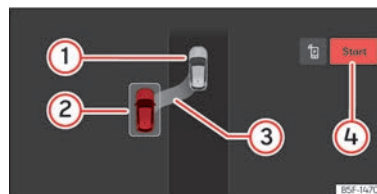
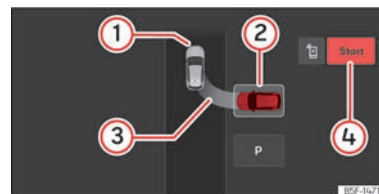

Abb. 157 Am Bildschirm des Infotainment-Systems: Position zum Längseinparken.
Abb. 158 Im Bildschirm des Infotainment-Systems: Position zum Quereinparken.
>>> (Abb. 157), >>> (Abb. 158)
- Prüfen Sie anhand der Anzeige im Bildschirm des Kombi-Instruments, ob die Parklücke als „geeignet“ erkannt wurde und ob die korrekte Position zum Einparken >>> (Abb. 157), >>> (Abb. 158) erreicht wurde. Die Parklücke wird als „geeignet“ betrachtet, wenn auf dem Bildschirm des Kombi-Instruments die Anzeige zum Einparken erscheint ③.